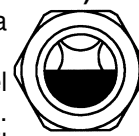

fig. 7
Rellene con aceite hasta la mitad del indicador de nivel (642) (fig. 7).